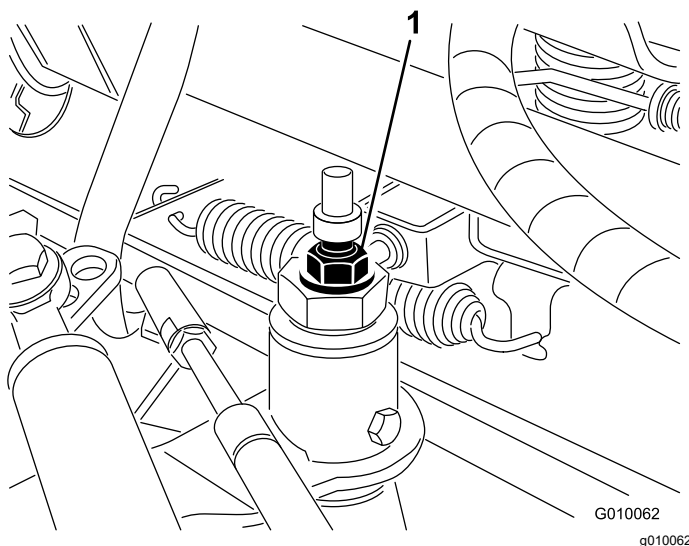

Figure 56
3. Desserrez le contre-écrou de la came de réglage de la transmission (Figure 56).